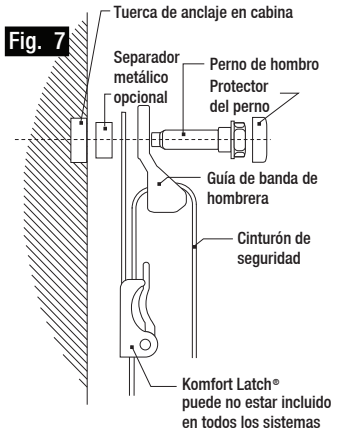

Fig. 7
2. Arme el equipo como se muestra en la **Fig. 7**. Algunas aplicaciones requieren un separador metálico opcional para mover el Komfort Latch® y la hombreira lejos de la moldura de la cabina del vehículo. Este separador metálico debe utilizarse solo cuando lo especifica el fabricante del vehículo.